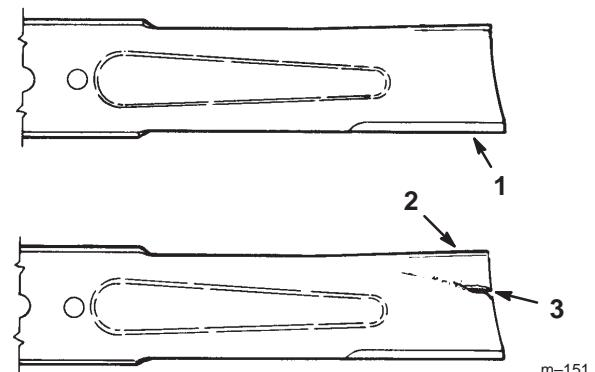

Figure 33
- Inspectez les tranchants des lames (Fig. 33). Si elles ne sont pas tranchantes ou si elles présentent des indentations, déposez et aiguisez les lames (voir Aiguisage des lames, page 35).
- Inspectez les lames, surtout la partie incurvée (Fig. 33). Remplacez immédiatement toute lame endommagée, usée ou qui présente une entaille (repère 3 de la Fig. 33).